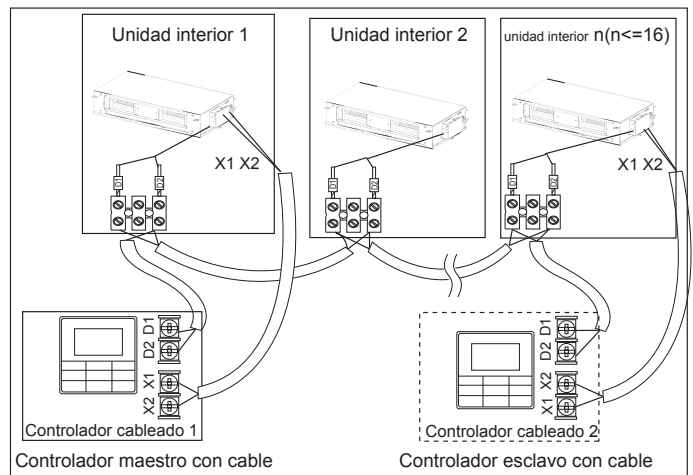

Figura 7.8
- Utilice 1 controlador con cable para controlar varias unidades interiores o 2 controladores con cable (un controlador maestro y otro esclavo) para controlar varias unidades interiores (consulte la Figura 7.8);